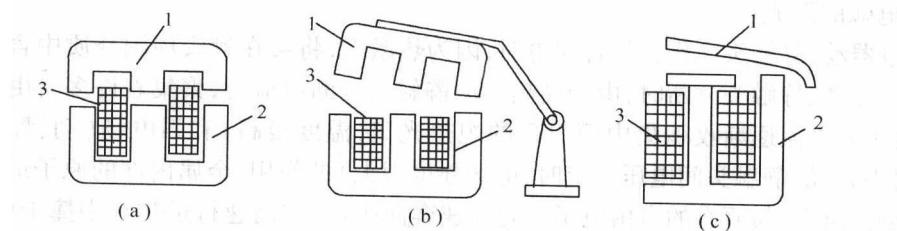

图 1-1 常用的磁路结构
电磁式电器分为直流和交流两大类,都是利用电磁铁的原理而制成。通常直流电磁铁的铁芯是用整块钢材或工程纯铁制成,而交流电磁铁的铁芯则用硅钢片叠铆而成。常用的磁路结构如图 1-1 所示。
(1) 衔铁沿直线运动的双 E 形直动式铁芯,多用于交流接触器、继电器中,如图 1-1(a) 所示。
(2) 衔铁沿轴转动的拍合式铁芯,其铁芯形状有 E 形和 U 形两种。此种结构多用于触点容量较大的交流电器中,如图 1-1(b) 所示。
(3) 衔铁沿棱角转动的拍合式铁芯,此种形式广泛应用于直流电器中,如图 1-1(c) 所示。